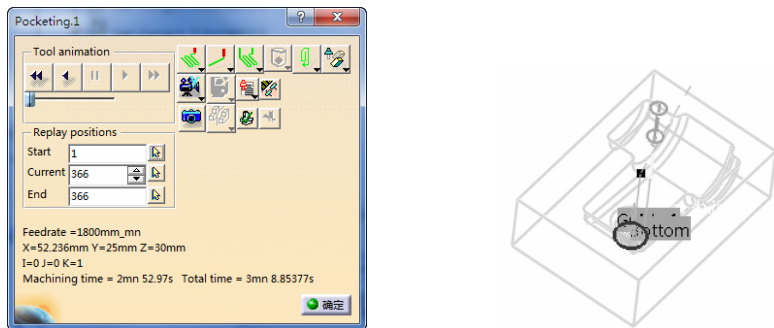
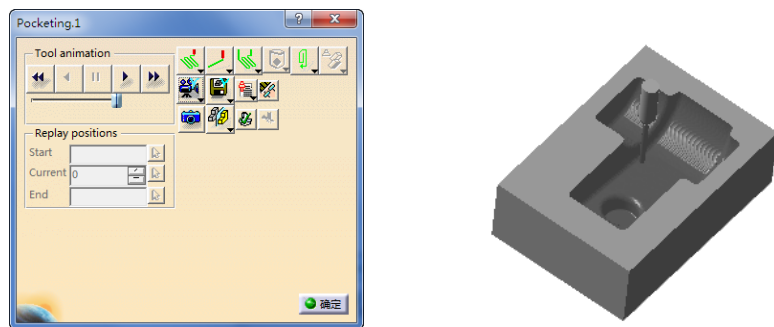

图 3-194 刀具路径轨迹（12）
图 3-195 实体切削仿真（12）
- 单击“Pocketing.1”对话框中的 Tool Path Replay 按钮，弹出“Pocketing.1”对话框，同时在图形区显示刀具路径轨迹（12），如图 3-194 所示。
- 单击图 3-194 所示对话框中的 View from last result 按钮，然后单击 Forward replay 按钮，显示实体切削仿真（12），如图 3-195 所示。